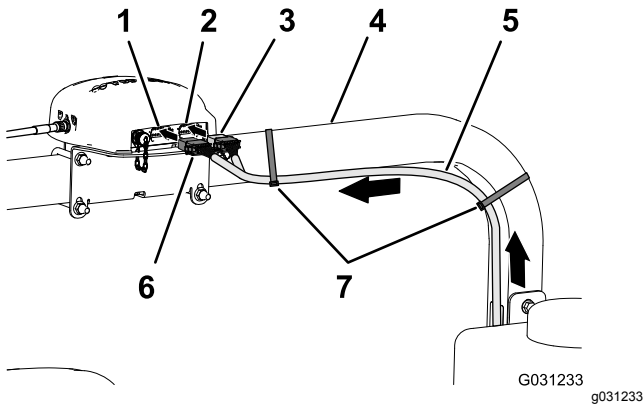

图 134
2. 沿着右 ROPS 管布置 390cm 数据线束支管让灰色 12 插槽接头和黑色 12 插槽接头向上对着导航接收器图 134。
7. 如图 134 所示用 2 条扎带将 390cm 数据线束支管固定到右 ROPS 管上。